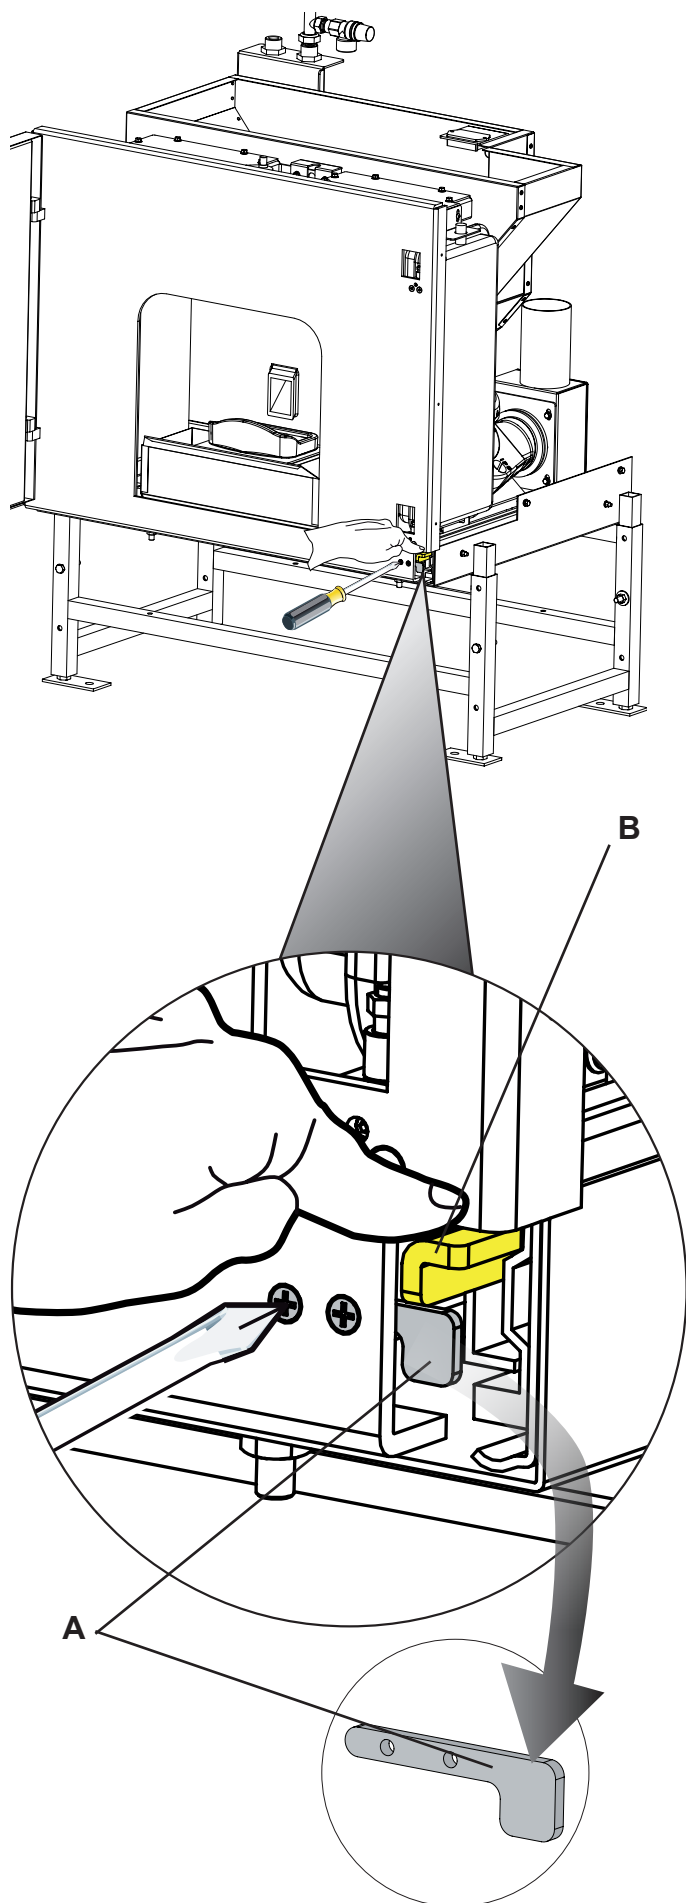

Fig. 6.3
Per estrarre la stufa procedere come segue (Fig. 6.3):
2. smontare la staffetta di sicurezza (A - fig.6.3) svitando le due viti di fissaggio
3. abbassare la leva per lo sblocco dello scorrimento (B - fig.6.3)
- Abbassare la leva per lo sblocco dello scorrimento (B - fig.6.3)
- smontare la staffetta di sicurezza (A - fig.6.3) svitando le due viti di fissaggio
- abbassare la leva per lo sblocco dello scorrimento (B - fig.6.3)
- riposizionare la staffetta di sicurezza fissandola con le due viti (A - fig.6.3)